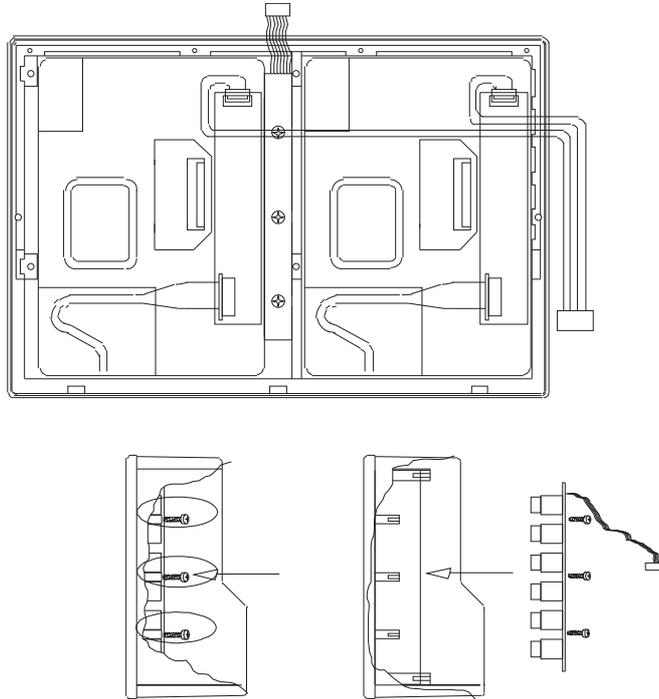

Bild D 8-7: Einbau des Tastenprints in die neue Displayeinheit
11. Setzen Sie den Tastenprint in die neue Displayeinheit ein und befestigen Sie die Platine (Bild D 8-7).